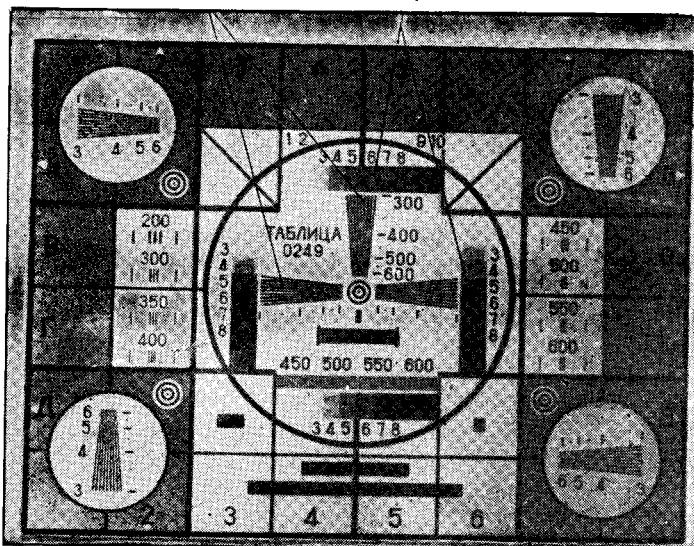

Рис. 1.
Оценка качества работы телевизора должна производиться по испытательной тест-таблице, передаваемой телецентрами в дневное время. Идеальное изображение тест-таблицы дано на рис. 1. Тест-таблица позволяет произвести визуальную оценку геометрических искажений, четкости, передачи полутонов и др. важнейших характеристик изображения, которые при просмотре передач обычных телевизионных сюжетов не могут быть быстро и наглядно определены.
6. Ручка регулировки контрастности (верхняя в центре). Служит для регулировки контрастности, т. е. КОНТРАСТА МЕЖДУ БЕЛЫМИ И ЧЁРНЫМИ МЕСТАМИ ИЗОБРАЖЕНИЯ. Эта ручка устанавливается в такое положение, чтобы кроме черных и белых частей изображения были бы хорошо видны полутона. Для проверки различимости полутонаов служат специальные градационные полосы на тест-таблице (см. рис. 1), передаваемой телеканалами.